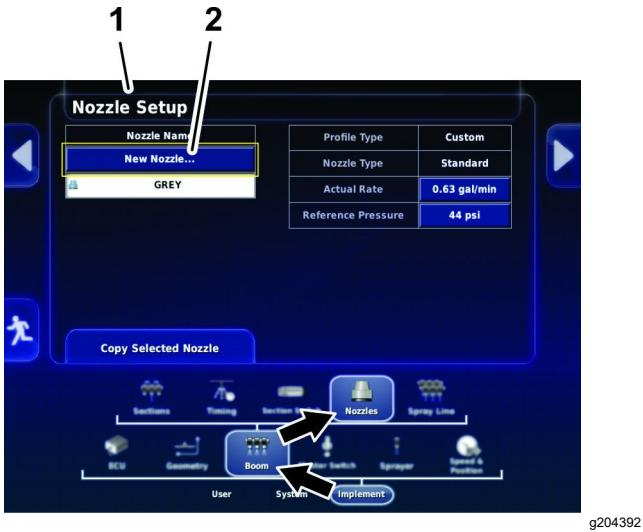

Figura 76
3. Pulse el icono Implement (Implemento), el icono Boom (Brazo) y el icono Nozzles (Boquillas) (Figura 76).
4. En la pantalla Nozzle setup (Configuración de boquilla), pulse el icono NEW NOZZLE... (Nueva boquilla...) en la parte superior de la pantalla (Figura 76).